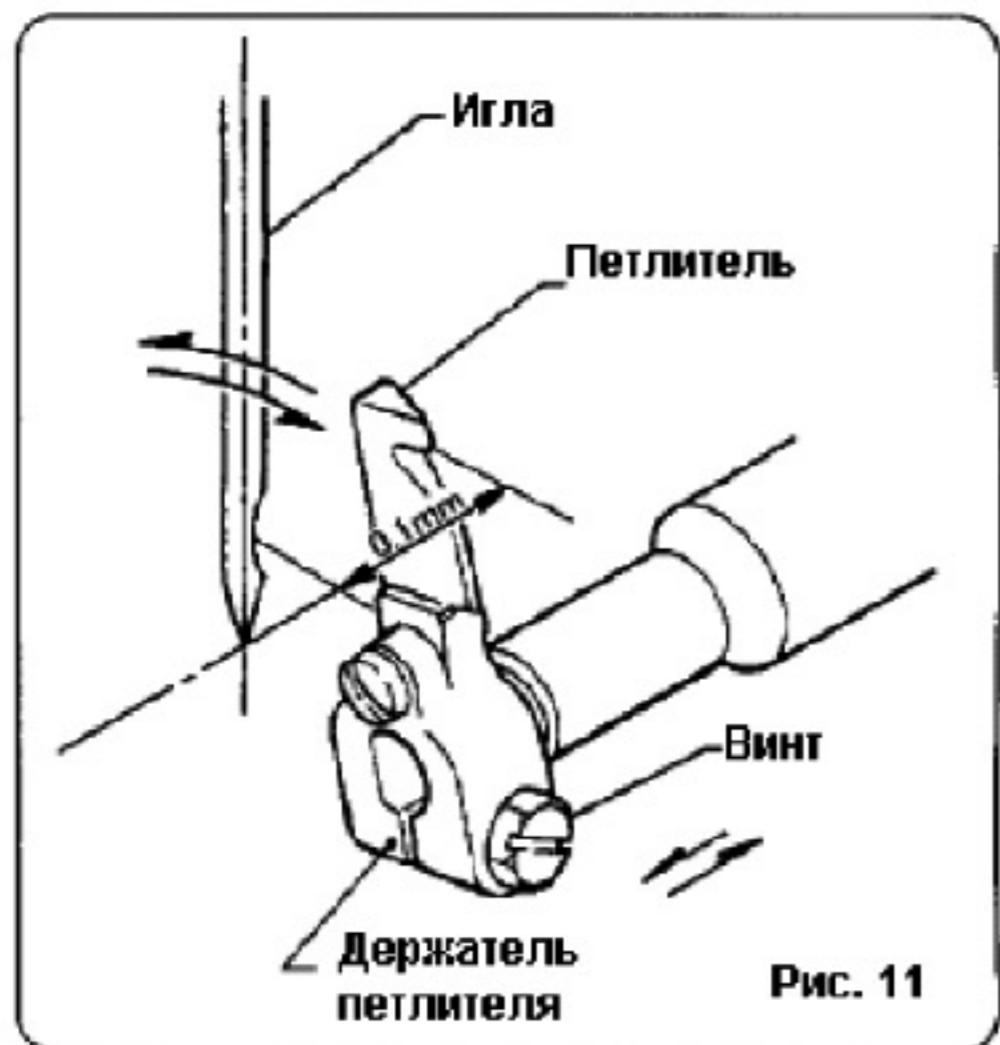

Рис. 11
6.2. Соотношение иглы и петлителя (рис. 11).
Зазор между петлителем и выемкой иглы должен быть 0,1мм (см. рис. 11). Регулировка зазора может быть сделана после ослабления винта держателя петлителя.